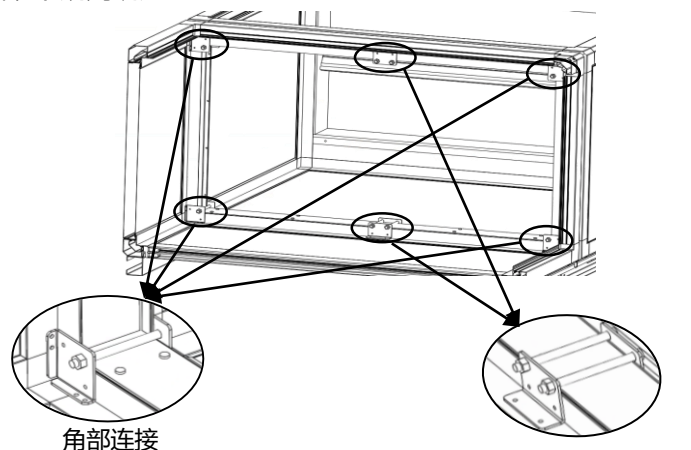

图4.8 段连接块安装示意图
- 针对A系列机组, 段连接块的安装遵循以下规则: 将段连接顶角跟中部用连接块和螺栓连接, 其中4个顶角处务必用连接块进行连接。为了整齐和维护方便, 螺栓和螺母方位应保持一致 (见图4.8)。宽度方向跟高度方向中部是否需要增加连接块根据以下规则确定: